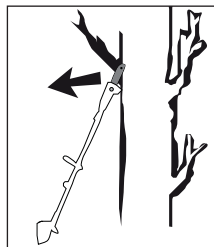

Fig. 2
- Pode ocorrer um contragolpe se a ponta da espada **16** tocar num objeto ou se a madeira dobrar e a corrente de serra **17** ficar encravada no corte (ver fig. 2).